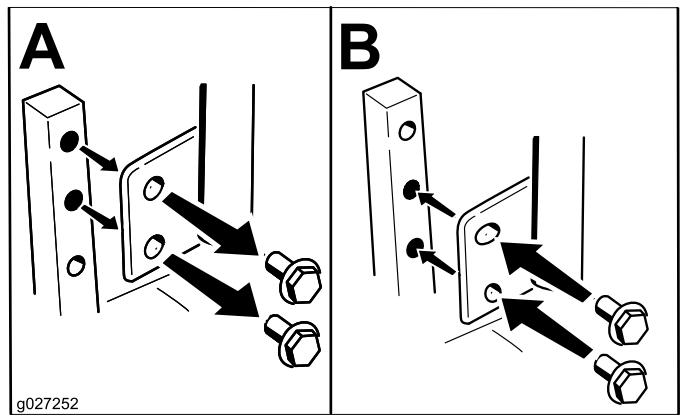

Figure 22
La hauteur des leviers de commande de déplacement peut être adaptée à la taille de l'utilisateur (Figure 22).
- Desserrez le boulon inférieur jusqu'à ce qu'il soit possible de faire pivoter le levier de commande en avant ou en arrière (Figure 22). Resserrez les deux boulons pour fixer la commande à sa nouvelle position.